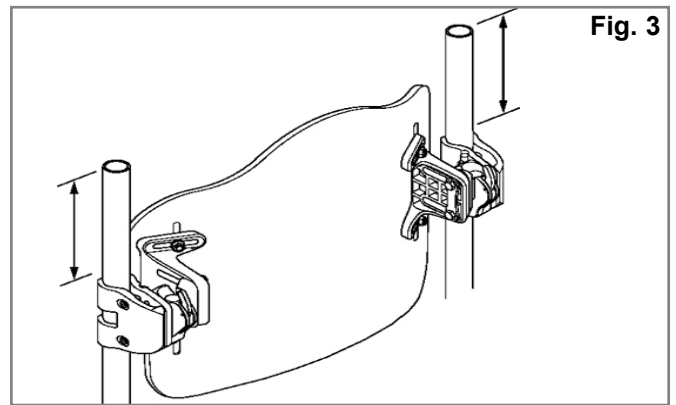
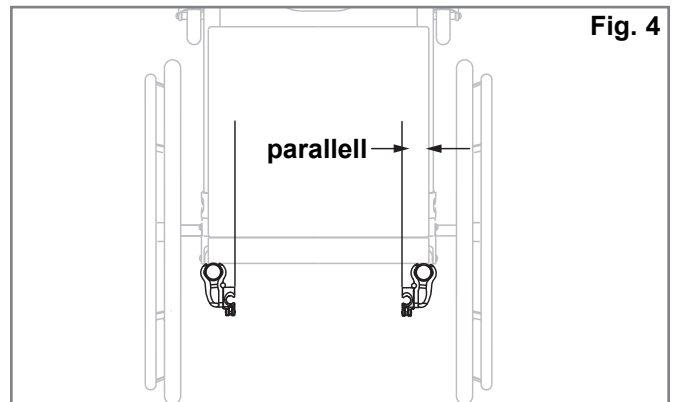

Fig. 3
Fig. 4
Montering av festebrakettene (Fig. 3, 4, 5)
2. Avgjør (visuelt) i hvilken høyde du ønsker å montere festebrakettene på rullestolens ryggør. Festene skal monteres like høyt på hvert ryggør (Fig. 3) og parallelt med seterammen (Fig. 4). Det er generelt bedre å montere festene høyere opp på ryggørene, fordi det er enklere å justere høyden ved å skyve ryggen nedover.